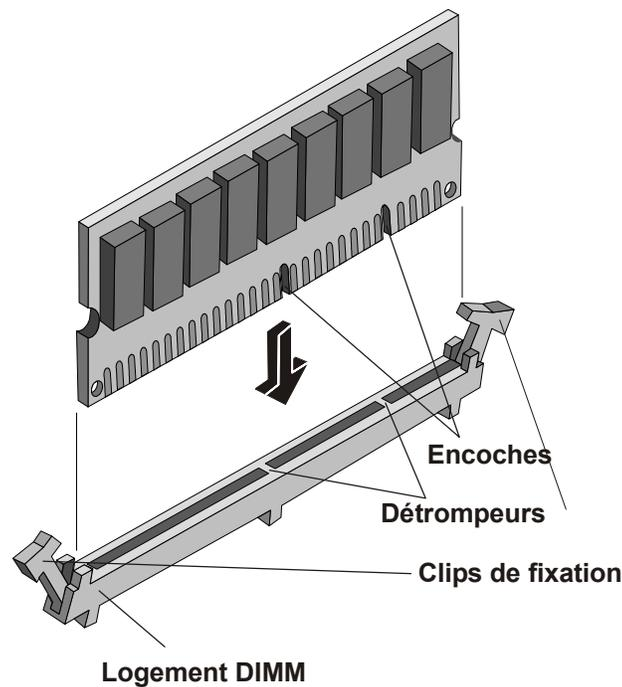

Figure 3-14. Alignement du module DIMM sur le logement
7. Alignez les encoches du nouveau module DIMM sur les détrompeurs du logement DIMM. Voir Figure 3-14.